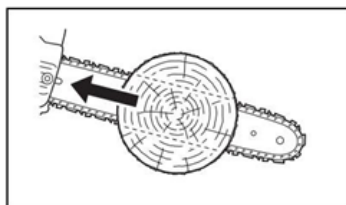

Fig 2
- Chacune de ces réactions pourrait vous faire perdre le contrôle de la machine et entrer en contact avec la chaîne en mouvement, ce qui pourrait entraîner des blessures graves. En tant qu'utilisateur de tronçonneuse, vous devez prendre plusieurs mesures pour que vos travaux de coupe soient exempts d'accidents ou de blessures (Fig. 2).